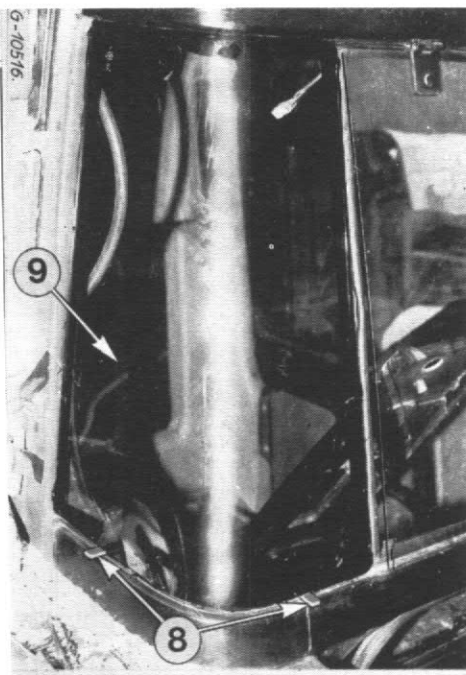

Fig. 52
- Mettre la glace en place sur la baie dans les 10 mm. maximum qui suivent. Venir en appui sur les cales 8 (Fig. 52), tout en utilisant les repères précédemment effectués, puis rabattre la glace avec précaution sur la partie supérieure.